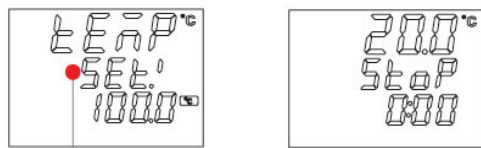

Рисунок 4
- 8.2.2. Снова нажать на ручку энкодера, вместо текущей температуры 3 раза мигнёт надпись Set, затем замигает надпись Stop и регулятор перейдёт в режим ожидания запуска нагрева (Рисунок 4).